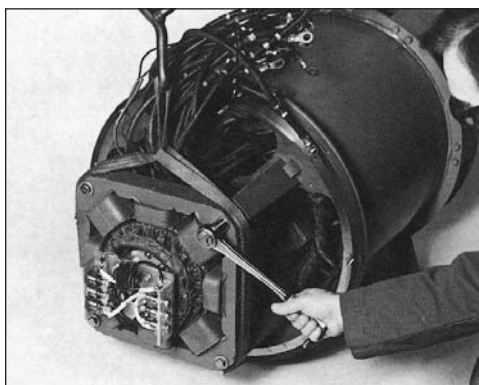
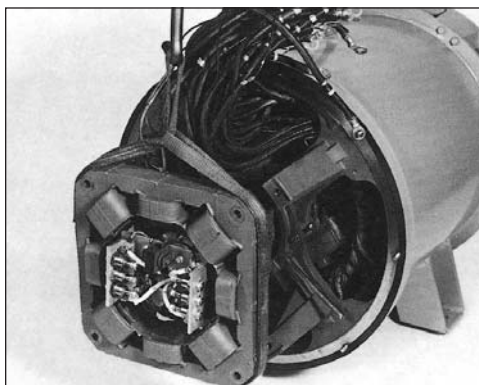

Figura 6-8
Figura 6-9
2. Remueva todos los amarres de los cables para que los cables F1 y F2 puedan ser removidos con el estator excitador. Remueva los cuatro tornillos y las rondanas que sostienen al estator excitador en su lugar (figura 6-8). Remueva el estator excitador utilizando un tirante para levantarlo o algún sostén (figura 6-9).